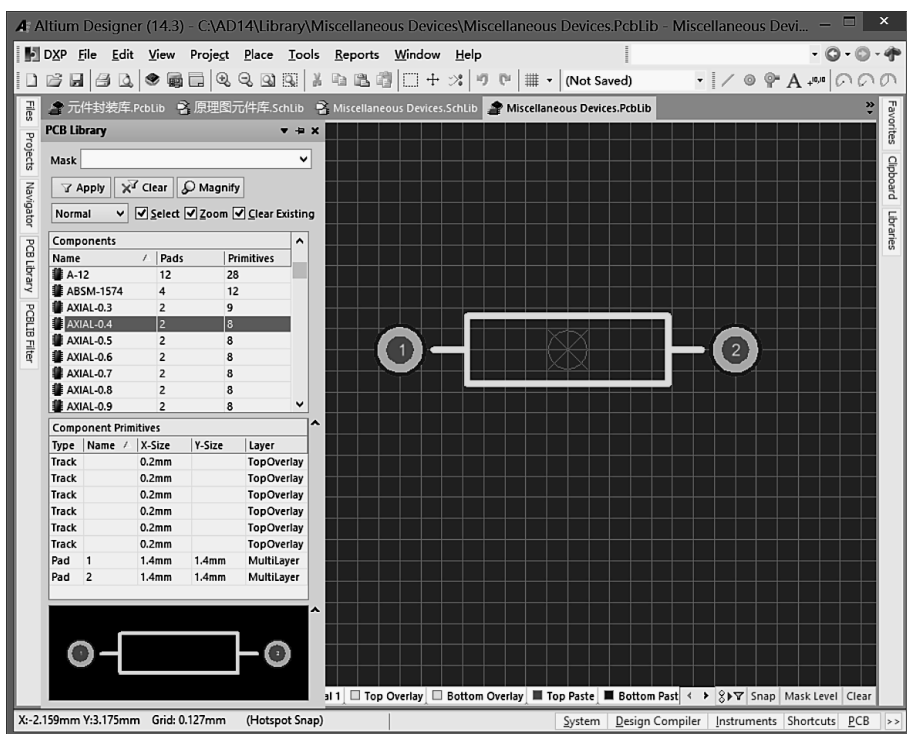

图 9-8-1 元器件封装编辑环境中的 PCB Library 工作面板
(1) 打开包含有需要复制的 PCB 元器件封装 AXIAL-0.4 的 PCB 元器件封装库文件 Miscellaneous Device.PcbLib。
(2) 单击工作区左侧的 PCB Library 工作面板标签,打开如图 9-8-1 所示的 PCB Library 工作面板。